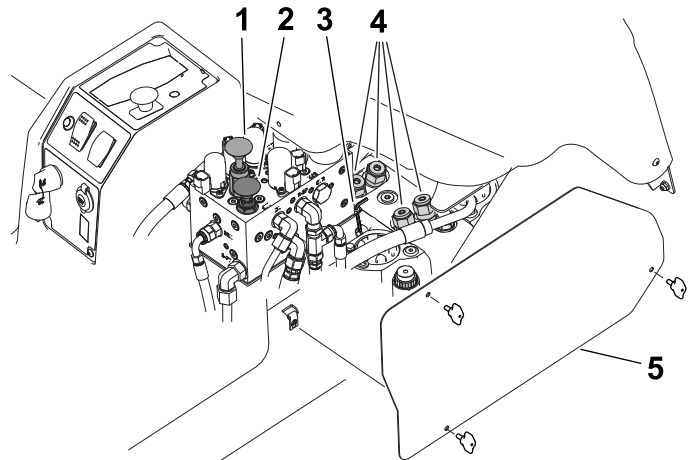

Figure 65
2. Déposez le panneau d'accès sur le côté droit de la console de commande (Figure 65).
Remarque: Une clé hexagonale (6 mm) est fournie avec la machine, et se trouve près du collecteur hydraulique (Figure 65). Utilisez la clé pour effectuer cette procédure.